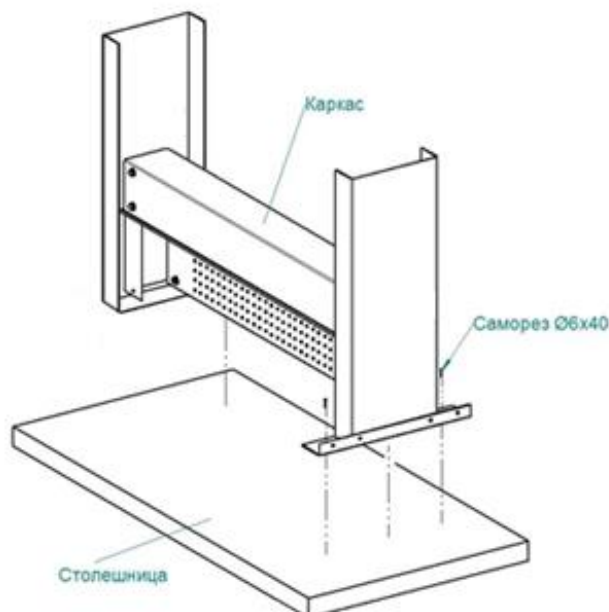

Рис.4
5.2.3.2 Установить собранный каркас на столешницу в соответствии с рис. 4 на одинаковых расстояниях от краев столешницы.